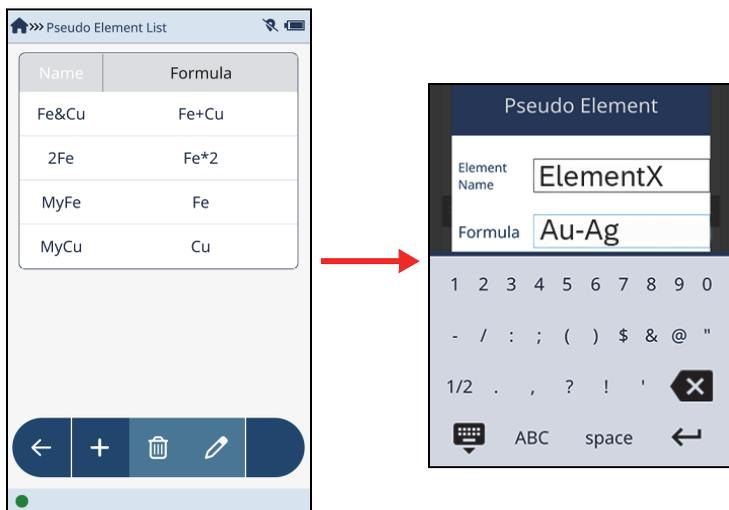

图 2-48 伪元素列表屏幕（左图）和伪元素对话框（右图）
1. 在**Pseudo Element Edit**（伪元素编辑）屏幕中，点击**Edit List**（编辑列表）按钮（），打开**Pseudo Element List**（伪元素列表）屏幕（参见第62页的图 2-48的左图）。
2. 点击**Add**（添加）按钮（），在**Pseudo Element**（伪元素）对话框中命名并建立一个新的等式（参见第62页的图 2-48的右图）。